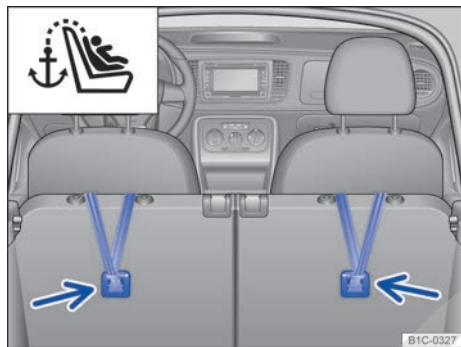

Fig. 45 En el maletero: cinturones de fijación superiores enganchados.
- Enganche el cinturón de fijación superior en la argolla de sujeción correspondiente del maletero → fig. 45 (flechas).